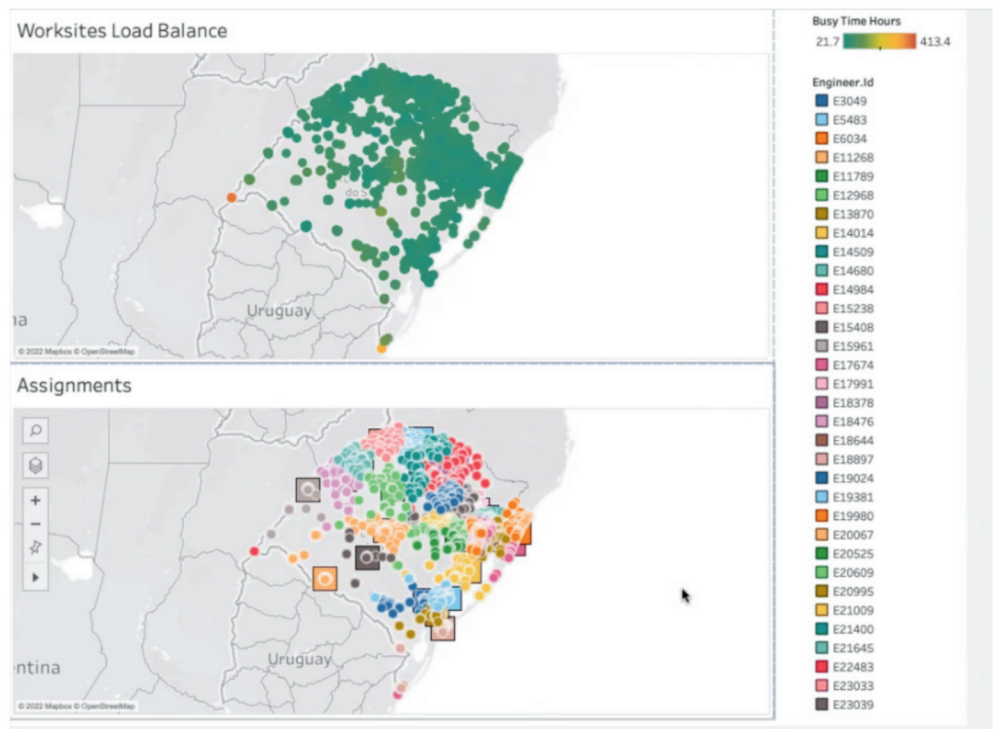

Figure 22 : Sectorisation optimisée des territoires.
- **Sectorisation et découpage des territoires** : Quelle doit être la zone d'action géographique d'un agent mobile ? Quelles métriques utiliser pour équilibrer les secteurs ? Comment tracer précisément les frontières des secteurs (voir Figure 22) pour minimiser les temps de route au profit du temps de service effectif ?